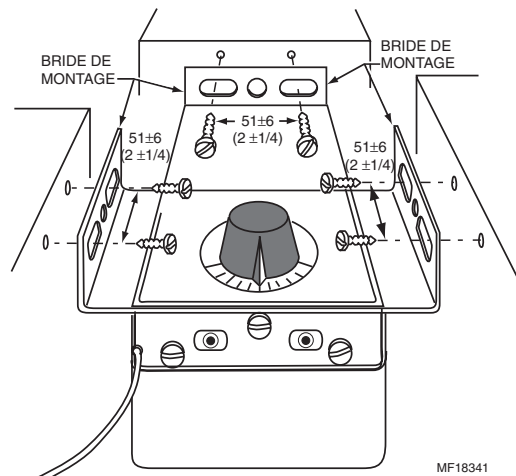

Fig. 4. Autres dispositions possibles des vis de montage. Encombrement en mm (po).
1. Tenir le thermostat à l'endroit où il sera installé et marquer le centre des trous de vis (Voir la Fig. 4). Faire un avant-trou pour les vis à tôle avec un poinçon ou une perceuse.